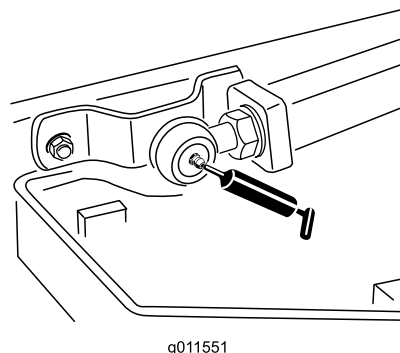

Bild 45
- Hubarm-Kugelgelenke (2) (Bild 45)